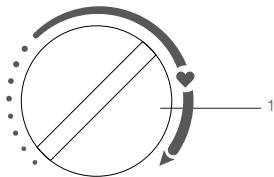

Рис. 5
- Поверните ручку термостата (см. рис. 5) по часовой стрелке и установите желаемую температуру нагрева воды. Температуру нагрева воды можно установить в диапазоне от  $+35\text{ }^{\circ}\text{C}$  ( $\pm 5\text{ }^{\circ}\text{C}$ ) до  $+70\text{ }^{\circ}\text{C}$  ( $\pm 5\text{ }^{\circ}\text{C}$ ) (крайнее правое положение ручки термостата). Для уменьшения температуры нагрева воды поверните ручку термостата против часовой стрелки.